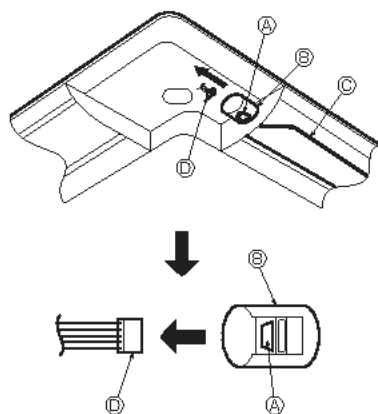

Fig. 10-16
10.4. Låse opp/ned luftstrømsretning (Fig. 10-16)